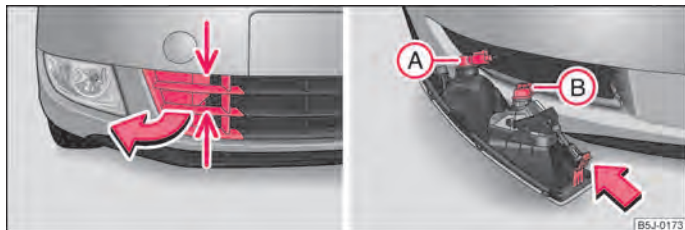

Fig. 161 Bara de protecție față: Grilaj de protecție/demontarea proiectoarelor de ceață
- Apucați grilajul de locurile marcate cu săgeți ⇒ fig. 161 - din stânga și scoateți-l.
- Introduceți mâna în deschizătura în care se afla grilajul și apăsați dispozitivul de prindere cu arc ⇒ fig. 161 - în dreapta.
- Rotiți conectorul (A) cu lampa pentru lumina de zi, respectiv conectorul (B) cu lampa proiectoarelor de ceață până la opritor înspre stânga și extrageți-l.